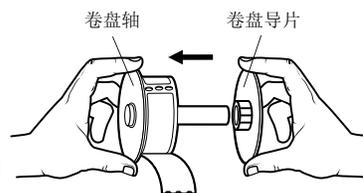

图 1
- 4 用左手握住卷盘轴，再将标签卷放在轴上，使标签从下方输送，并使标签卷左端紧靠在卷盘的侧面。请参阅图 1。